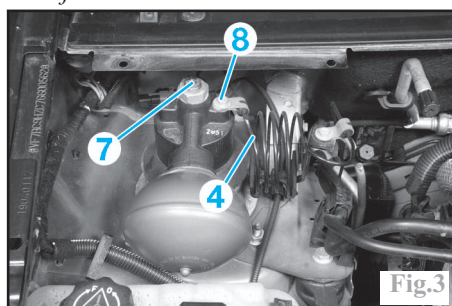

Fig.3
Débrancher la canalisation d'alimentation (4) (Fig.3).
Serrer l'écrou de fixation supérieure (7) (Fig.3) au couple prescrit.
Accoupler la canalisation d'alimentation hydraulique (4) (Fig.3).